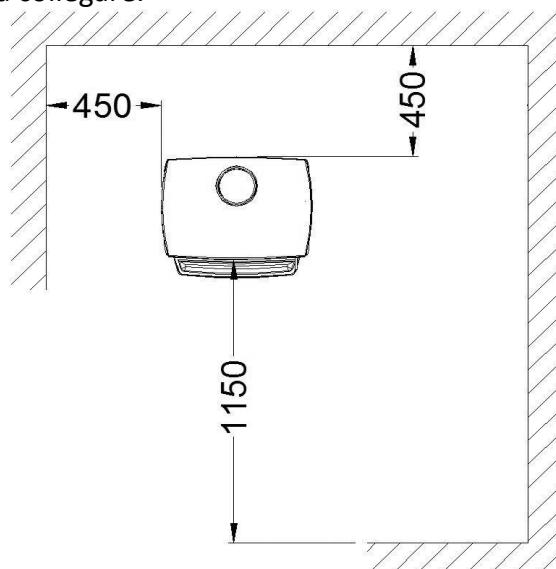

FIG. 6 - DISTANZE DI SICUREZZA
- Quando si installa la stufa, occorre ricordare le distanze di sicurezza necessarie, sia della stufa sia della canna fumaria, dalle superfici combustibili (pareti in legno o tappezzate, pavimento in legno, ecc.). La distanza di sicurezza deve essere rispettata quando il rivestimento delle pareti o delle zone nei pressi della stufa può essere soggetto a deterioramento o deformazione a causa della temperatura (vernici, Pitture, PVC, ecc.). Fig. 6